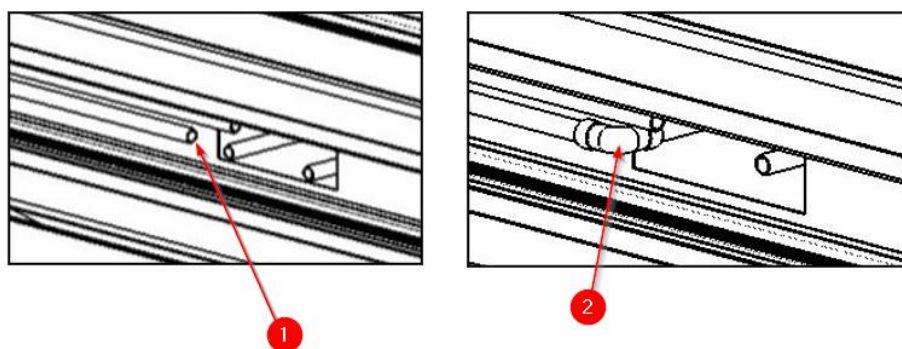

Fig.10 Corte de tubos y colocación de accesorios de cobre
Una vez identificado el tubo de la instalación y el del equipo y comprobado que corresponden al mismo circuito se pueden cortar los dos a la medida adecuada (1) y añadir el accesorio de cobre adecuado para realizar la unión (2). Ya se puede realizar la soldadura (Véase Fig. 10).